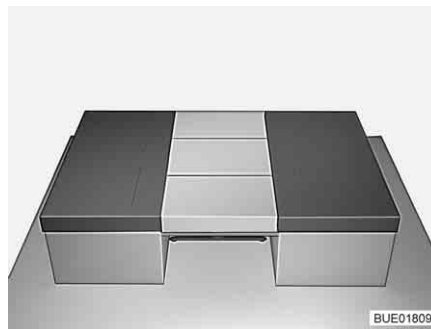

Fig. 84 Après la transformation
- Placer trois coussins de dossier sur la table (voir Fig. 84).